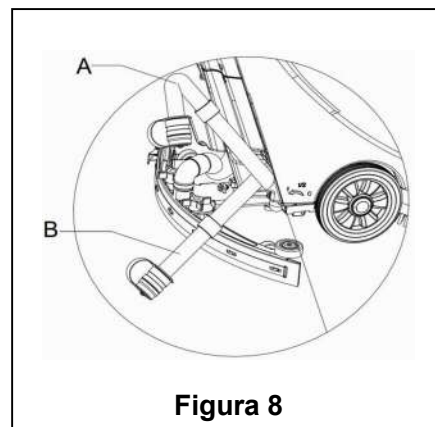

Figura 8
2. Cu ajutorul mânerului (14), ridicați T-ul de spălare.
4. Cu ajutorul mânerului-bară (2) înclinați ușor mașina către spate până când roata de ghidaj atinge podeaua. (Pentru lăsarea mașinii în stare de repaos, vedeți procedurile de oprire a mașinii).
5. Scoateți furtunul din clema de fixare, îndoiți capătul de drenare (cum se arată în **A, Figur 8**) și apoi deschideți capacul furtunului de drenaj, coborâți furtunul la un nivel mai mic sau pe sol pentru a se scurge apa. Alternativ, puneți furtunul direct într-o poziție inferioară sau pe sol, cu fanta de ieșire a apei în jos (cum se arată în **B, Figura 8**) și apoi deschideți prin răsucire clapeta de drenare a apei pentru golirea apei uzate din rezervor. După golirea completă, folosiți apă curată pentru spălarea rezervorului.